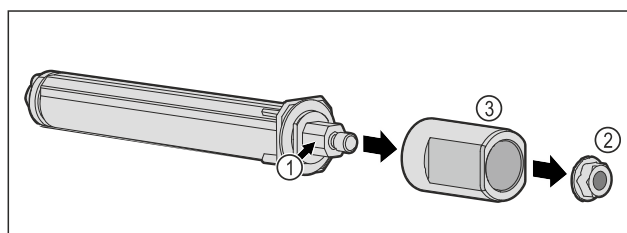

Fig. 54
- Ne szedje szét az ajtózáró rendszert Fig. 54 (1).
- Vegye ki az anyát Fig. 54 (2).
- Vegye le a hüvelyt Fig. 54 (3).